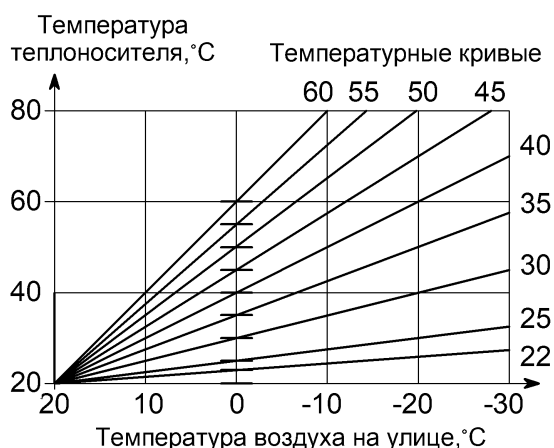
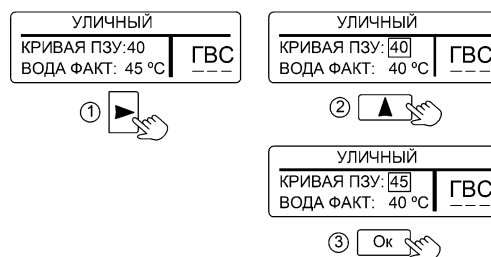

Рисунок 9. Зависимость температуры теплоносителя от температуры воздуха на улице
Рисунок 10. Настройка ограничения температуры и кривой ПЗУ
**10.4 «УЛИЧНЫЙ»** – режим поддержания температуры теплоносителя в зависимости от температуры воздуха на улице по одной из погодозависимых кривых (см. рис. 9). Датчик температуры воздуха (проводной или радиодатчик) устанавливается на улице. При отсутствии датчика температуры, возможно работа от данных получаемых с метеосервера (см. п. 11.1.9).
Для изменения заводской настройки нужно в соответствии с рис. 9 нужно выбрать ту кривую, при которой в помещении станет комфортно. Если в помещении холодно - следует выбрать кривую с большим номиналом, если жарко - с меньшим. Чем больше величина теплопотерь здания, тем выше номер кривой. Изменение значения кривой ПЗУ показано на рис. 10.